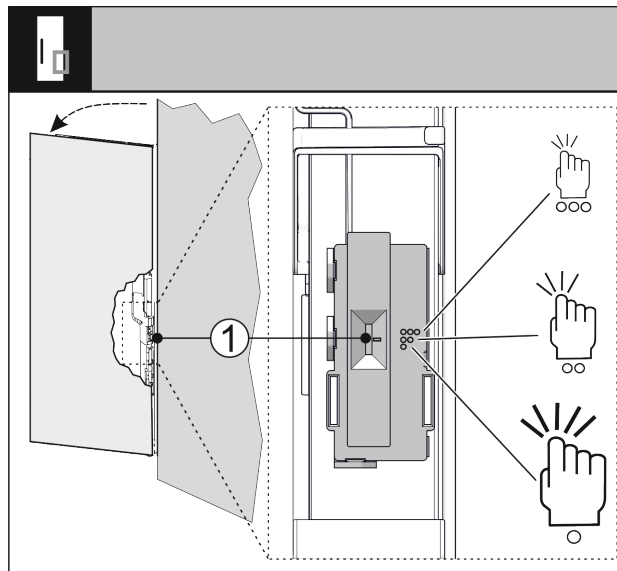

Fig. 71
Jūs varat iestatīt klauvējiena sensora jutību, izmantojot slēdzi Fig. 71 (1). Slēdzis atrodas eņģu pusē durvju apakšējā trešdaļā.
- ▶ Pārbīdiet slēdzi Fig. 71 (1) vajadzīgajā slēdža pozīcijā.